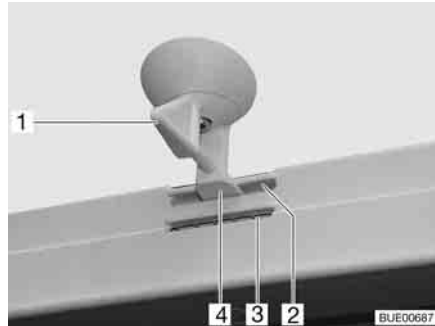
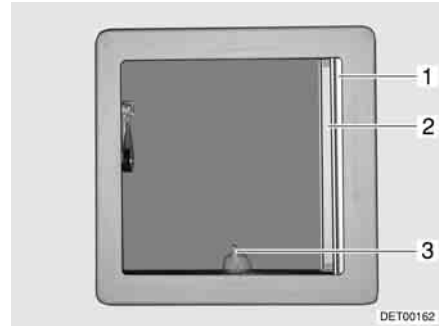

Fig. 77 Oblò inclinabile, bloccaggio
Fig. 78 Oblò inclinabile
- Ruotare la leva (Fig. 77,1 o Fig. 78,3) di un quarto di giro.
- Girare la leva di un quarto di giro. Il bloccaggio (Fig. 77,4) deve entrare nella feritoia inferiore (Fig. 77,3).
- Girare la leva di un quarto di giro. Il bloccaggio (Fig. 77,4) deve entrare nella feritoia superiore (Fig. 77,2).
- Tirare la tendina oscurante pieghevole (Fig. 78,1) fino alla posizione desiderata e rilasciare. La tendina oscurante pieghevole rimane in questa posizione.
- Estrarre la zanzariera a rullo (Fig. 78,2) fino a quando non scatta il bloccaggio dalla parte opposta.